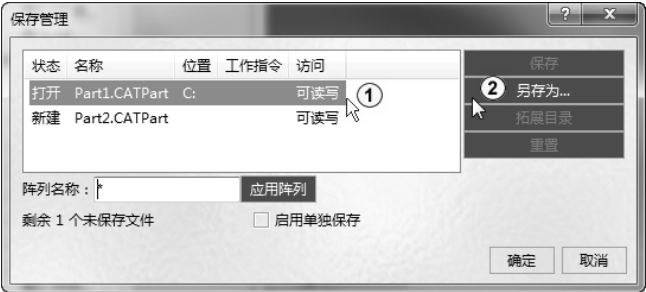

图 1-25 “保存管理”对话框
选择菜单“文件”→“保存管理”命令，会弹出“保存管理”对话框，可以对多个编辑过的文件进行另存为操作。空白处显示没有保存过的文件的状态、名字和路径，选择要进行保存的文件，单击“另存为”按钮（如图 1-25 中①②所示），系统会弹出“另存为”对话框，输入想要的路径和文件名，单击“保存”按钮可保存为一个新的文件。